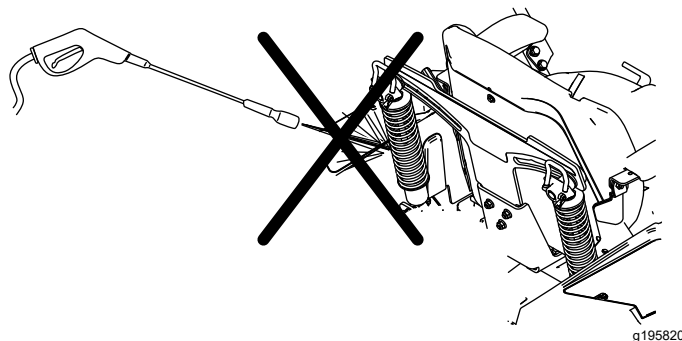

Figure 125
**Remarque:** Ne nettoyez pas les amortisseurs au jet d'eau sous pression (Figure 125).